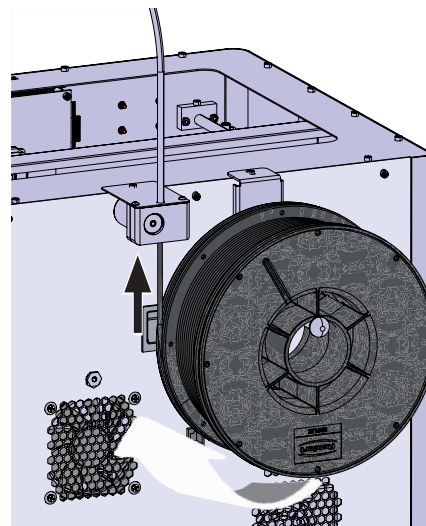

Fig. 20
**Asegúrese de que la bobina de filamento esté colocada en el portabobina de filamento de forma que el filamento pueda introducirse desde abajo en el FMS en sentido horario (fig. 20).**